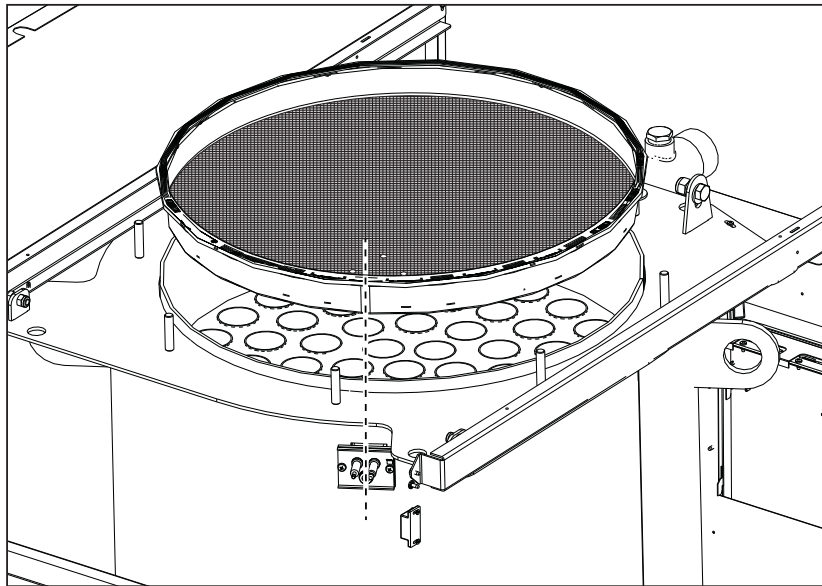

fig. 67 - Allineamento bruciatore
**IMPORTANTE:** dopo aver eseguito la pulizia del bruciatore, assicurarsi di posizionarlo allineando la saldatura di giunzione della flangia con il centro del foro dello spioncino (vedi fig. 67).